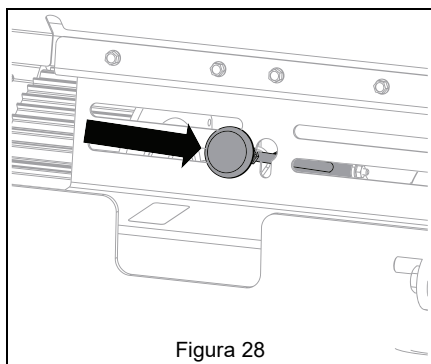

Figura 28
5. Rilasciare la maniglia di bypass dalla tacca e tirarla in posizione operativa. Vedere Figura 28.